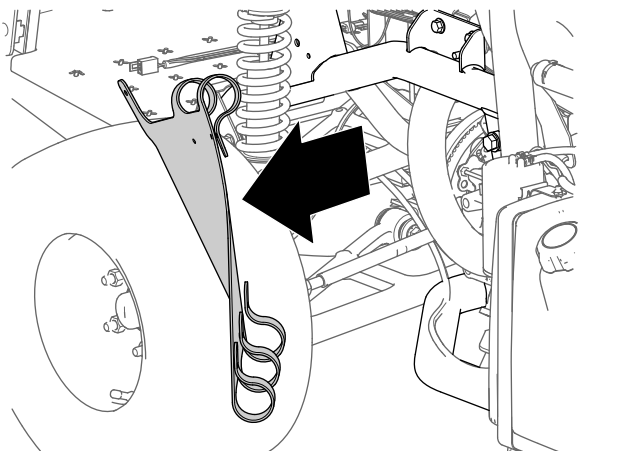

Рисунок 13
- Снимите внутренний кожух крыла с машины (Рисунок 13).